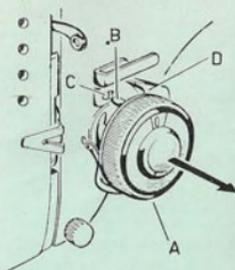

Fig. 33
- portare il bottone « A » (fig. 33) sul n. 0,